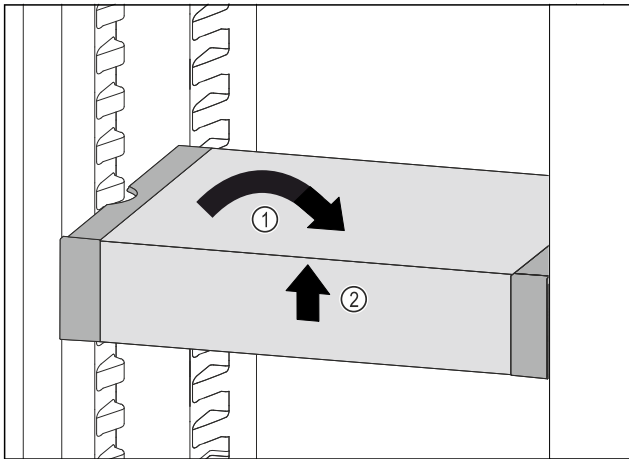

Fig. 70
- ▶ VarioSafe gerade stellen. Fig. 70 (1)
- ▶ VarioSafe vorne anheben. Fig. 70 (2)